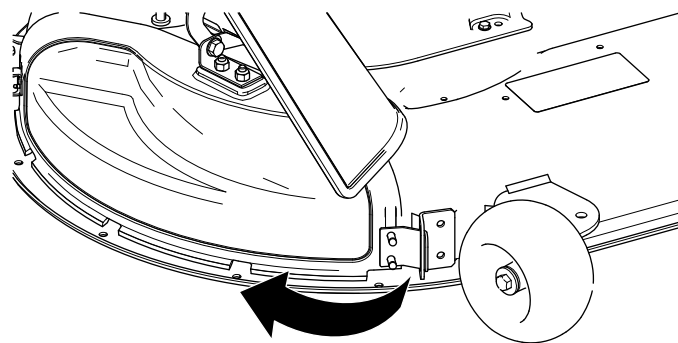

Figura 14
4. Gire la tapa de descarga hacia atrás y hacia la carcasa, hasta que la tapa de descarga está alineada con la carcasa de corte (Figura 14).